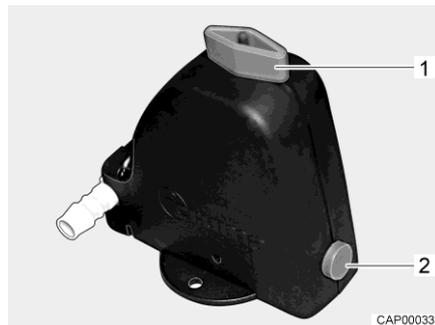

Fig. 189 Valvola di sicurezza/di scarico (Truma)
- Aprire la valvola di sicurezza/di scarico (Truma). A tal fine ruotare la manopola (Fig. 189,1) nel senso della lunghezza della valvola di sicurezza/di scarico. Il bottone automatico (Fig. 189,2) scatta all'infuori.